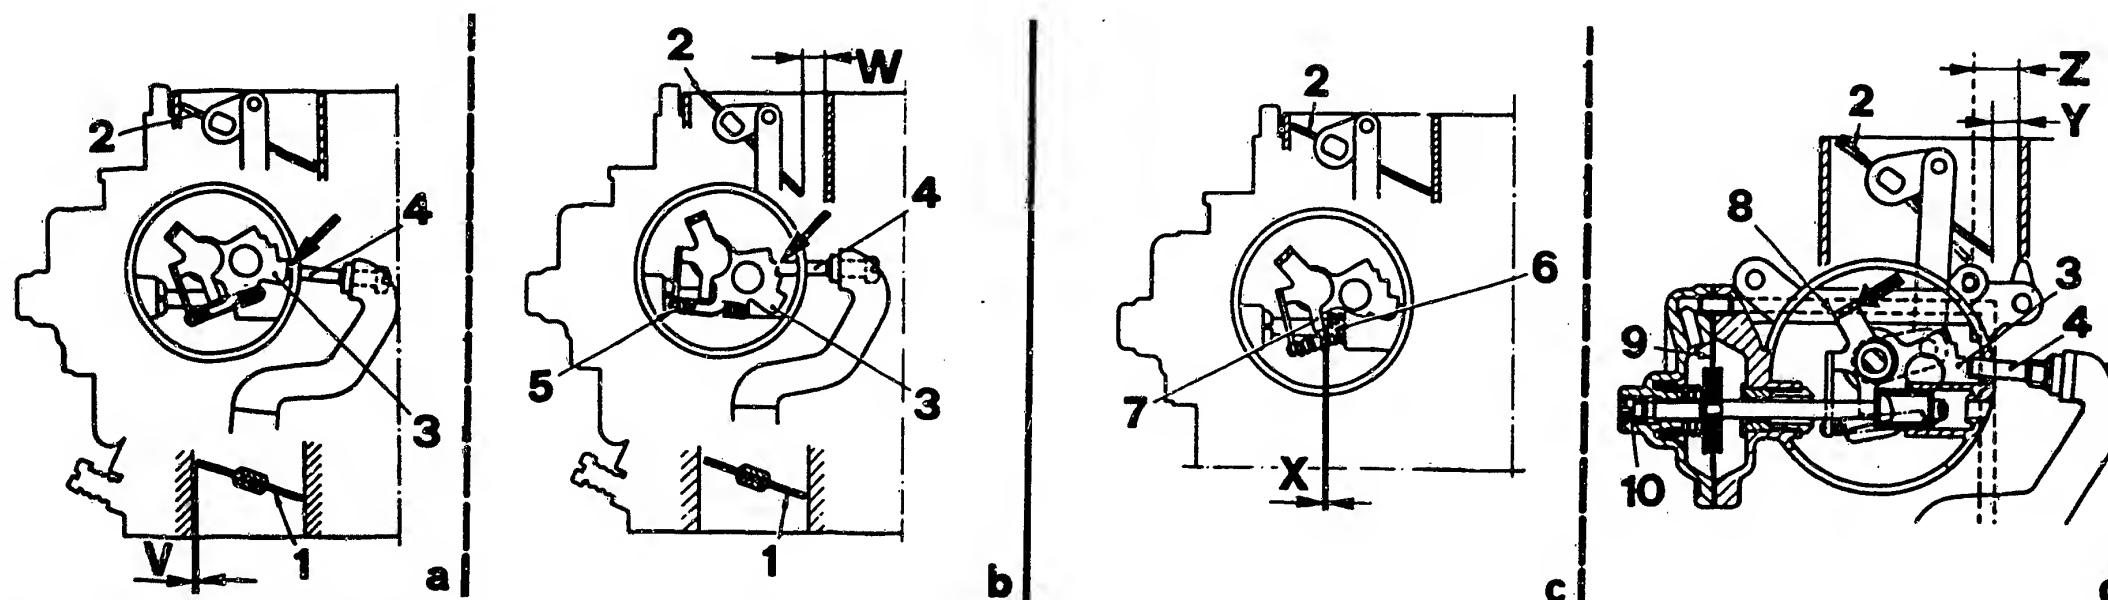

Bild 26 Weber-Vergaser: Kontrollmass V, W, X, Y und Z an der Drosselklappe (1) und Starterklappe (2). – 3 Stufenscheibe – 4 Einstellschraube Schnelleer-
b) Die Einstellung des **Schnelleerlaufs** (V in Bild 26) erfolgt bei geschlossener Starterklappe, wobei die Einstellschraube 4 auf der obersten Stufe der Raster Scheibe stehen muss. Danach ist die Öffnung der Starterklappe auf der 3. Stufe zu prüfen. Die Einstellung der Starterklappenöffnung  $W = 7,75...8,25\text{mm}$  erfolgt am Ansatz des Bimetallfeder-Hebels (5), wobei der untere Wert anzustreben ist. Nach dieser Einstellung muss die Einstellschraube 4 bei ganz geöffneter Starterklappe auf der untersten (6.) Stufe stehen und bei zurückgezogenem Bimetallfeder-Hebel zurückgehen, ohne die Stufenscheibe zu berühren.
c) Zur **Abmagerung nach dem Start** wird die Chokeklappe pneumatisch geöffnet. Bei vollständig geschlossener Starterklappe muss das Spiel  $X = 0,3 \dots 1,0 \text{ mm}$  betragen (Bild 26), sonst ist der Anschlag 7 zu verstellen. Bei simuliertem Kaltstart am Hebel 8 ist mit einer Unterdruckpumpe die Membrane der Abmagerungsdose (Pull-down) zu betätigen, und das minimale Öffnungsmass (Y) der Starterklappe zu prüfen. Die Korrektur erfolgt an der Einstellschraube der Membrandose. Nach dem Loslassen des Hebels 8 muss sich unter Beibehaltung des Unterdrucks das maximale Öffnungsmass (Z) einstellen. Ist dies nicht der Fall, muss die Pull-down-Membrane ersetzt werden.